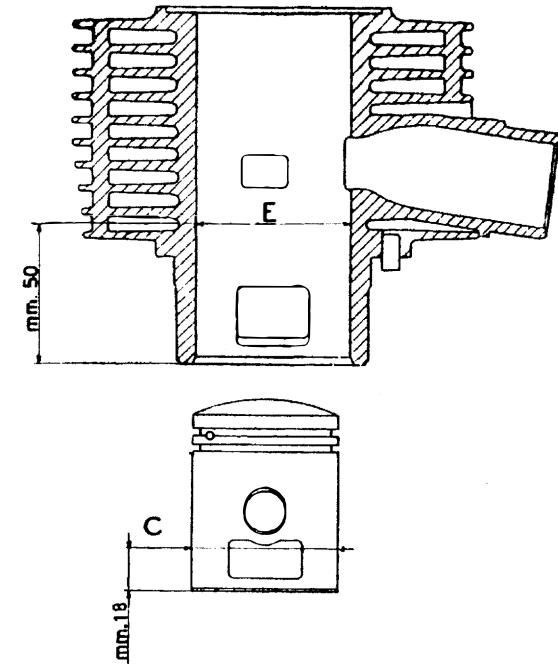

Fig. 13
* Note: The readings «C» of piston, for determining «A», have been taken on different sections to those of the mods. VNA - VN1 - VN2 (see note at fig. 13).
* Nota: Los valores «C» de los pistones para el cálculo de los juegos «A» se toman en secciones distintas de las de los modelos VNA - VN1 - VN2 (ver advertencia en la fig. 13).